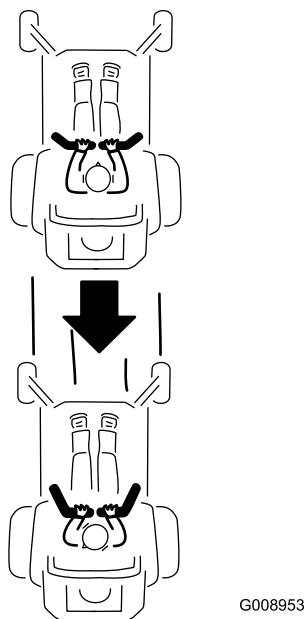

Bild 34
2. Ziehen Sie zum Rückwärtfahren die Fahrantriebshebel langsam nach hinten (Bild 34).